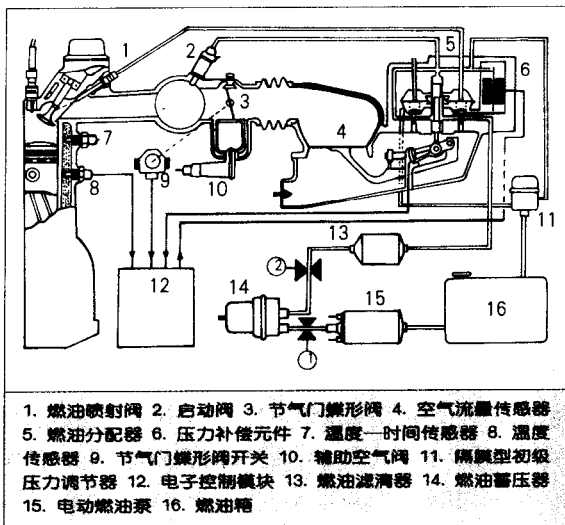

图1-1-1 KE型叶特朗尼克系统零件构成和燃油泄漏检查点
上述操作即可以确认到底是燃油泵的单向阀泄漏, 还是蓄压器内部的隔膜破损, KE型叶特朗尼克系统零件构成和燃油泄漏检查点如图1-1-1所示。
在图1-1-1中①处夹上软管夹子, 可以检查燃油泵的单向阀。在②处夹上软管夹子, 可以检查蓄压器。